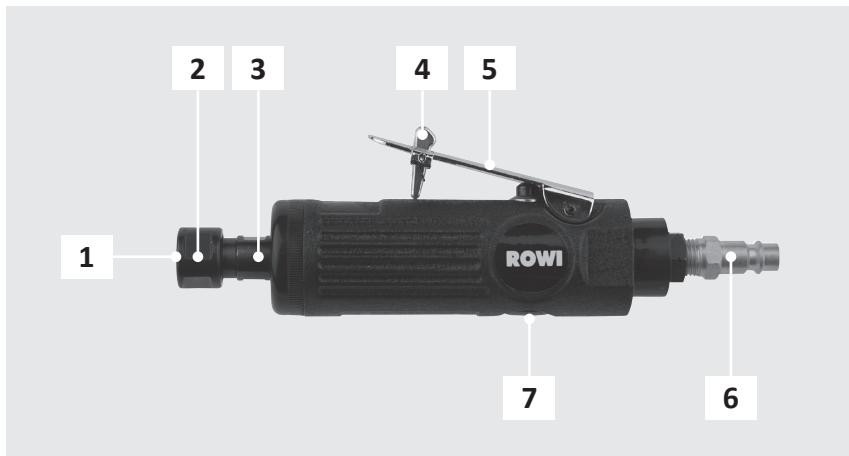

Abb.3: Geräteübersicht
1. Entfernen Sie die Transportkappe vom Druckluftanschluss des Stabschleifers (siehe Abb. 3, Nr. 6).
2. Schrauben Sie den im Lieferumfang enthaltenen Gewindestecknippel in das entsprechende Gegengewinde am Gerät (siehe Abb. 3, Nr. 6).
1. Wählen Sie einen passenden Schleifstift aus und setzen Sie diesen in die Werkzeugaufnahme (siehe Abb. 3, Pos. 1).
2. Schalten Sie dann den Kompressor ein. Lassen Sie den Kompressor einmal so lange laufen, bis der maximale Kesseldruck erreicht wurde und das Gerät abschaltet. Legen Sie dann zunächst den Sicherheitshebel um (siehe Abb. 3, Nr. 4) und betätigen Sie dann den Auslöser (siehe Abb. 3, Nr. 5), um das Gerät zu starten.
Die Einstellung der Drehzahl erfolgt über die Regulierung der Luftzufuhr (siehe Abb. 3, Nr. 7). Drehen Sie mit Hilfe eines Schlitz-Schraubendrehers die Luftzufuhrschaube im Uhrzeigersinn, um die Drehzahl zu minimieren bzw. gegen den Uhrzeigersinn, um die Drehzahl zu erhöhen.
1. Nehmen Sie zunächst das nicht mehr verwendete Werkzeug aus der Werkzeugaufnahme (siehe Abb. 3, Nr. 1) heraus. Benutzen Sie hierfür die im Lieferumfang enthaltenen Montageschlüssel. Halten Sie mit einem Montageschlüssel die Antriebachse (siehe Abb. 3, Nr. 3) fest und drehen Sie mit Hilfe des zweiten Montageschlüssels die Spannmutter (siehe Abb. 3, Nr. 2) auf. Entnehmen Sie den Schleifstift.